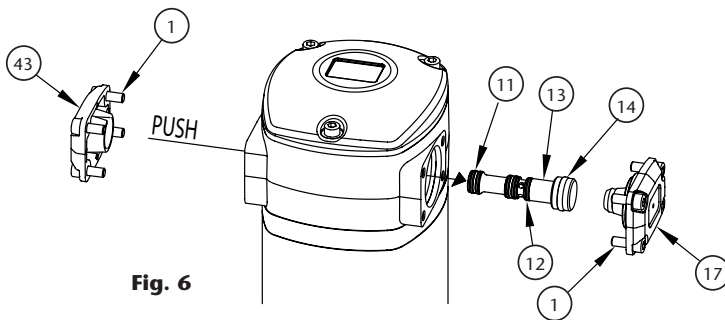

Fig. 6
DISTRIBUIDOR DE AIRE (FIG. 6)
1. Desenrosque los 4 tornillos (1) de la tapa (17) y retírela.
2. Desenrosque los 4 tornillos (1) de la tapa (43) y retírela.
3. Con ayuda de un útil de plástico, golpeando suavemente la corredera (13) por el lado de su menor diámetro a través del motor (fig. 6), extraer la corredera (13).
4. Sustituya las juntas de corredera (4x11), (12) y (14), o bien sustituya la corredera (13) completa con sus juntas ya instaladas de fábrica (kit 539505). Ésta es la opción recomendada para asegurar que las juntas están correctamente instaladas.